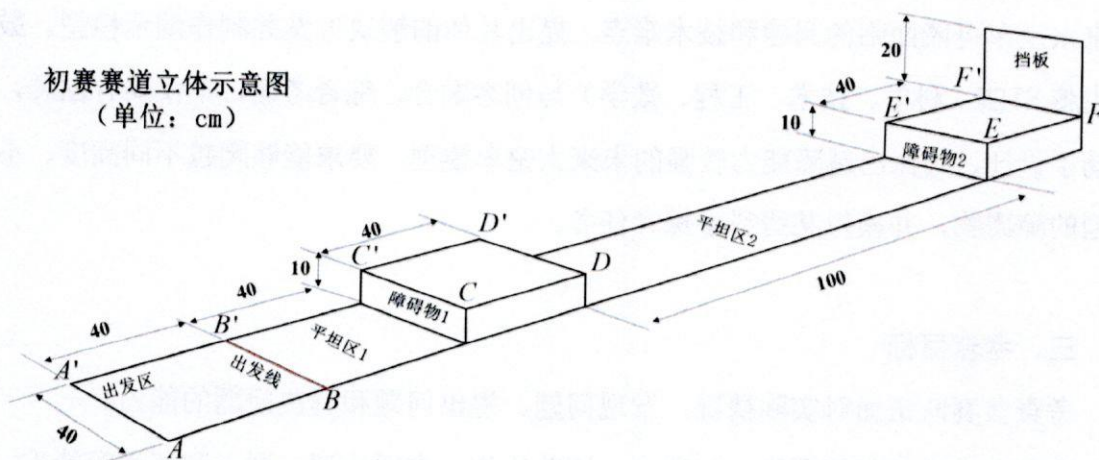

图 1 初赛赛道立体示意图
1) 赛道包括出发区、平坦区 1、障碍物 1、平坦区 2、障碍物 2 五部分，模拟月球或火星的地形地貌。赛道尺寸如图 1 所示：赛道宽度 40cm；平坦区 2 长度为 100cm，其他各段长度均为 40cm；障碍物 1 和障碍物 2 的高度均为 10cm。如参赛选手选择不攀爬障碍物 2，可以把障碍物 2 换为挡板。